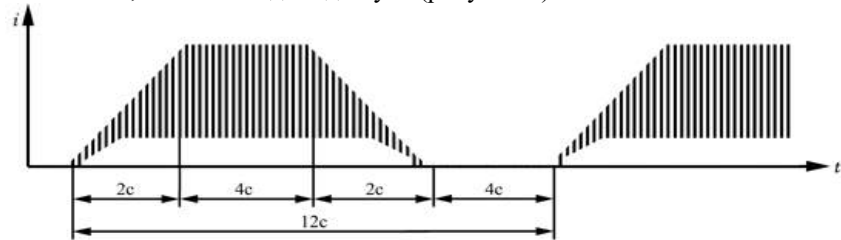

Рисунок 7 - Двухполупериодный волновой ДВ
2.2.7. Двухполупериодный волновой ДВ – серии импульсов тока вида ДН, огибающая которых нарастает от нуля до максимального значения, выдерживает это значение, а затем спадает до нуля (рисунок 7).